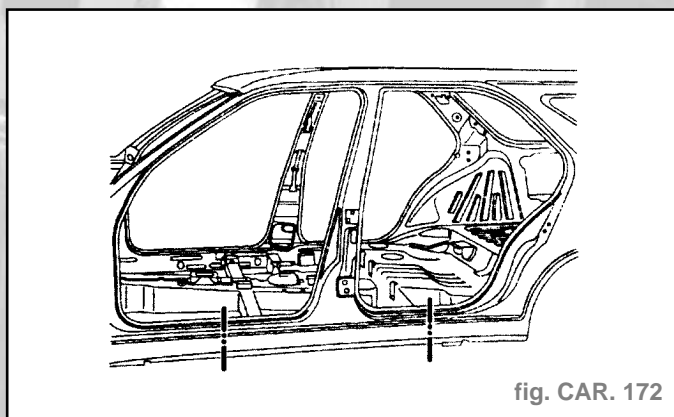

fig. CAR. 172
- Coupe provisoire (fig. CAR. 172).